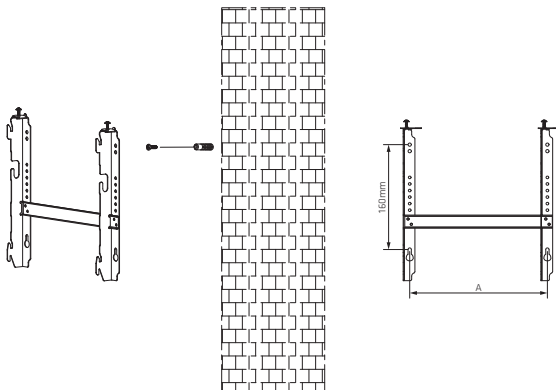

Fig.2
2. Kontrollera att fästet är helt horisontellt med ett vattenpass och markera hålens placering på väggen. Borra hål i väggen för pluggarna med en lämplig borr. Sätt in pluggarna i hålen och skruva sedan fast väggfästet ordentligt på väggen (fig. 2).